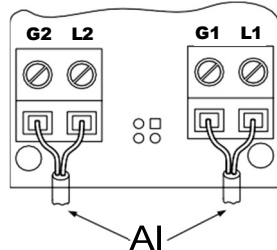

Рисунок 2 - Схема підключення зовнішніх кіл до клем модуля
4.1 Підключати AI до модуля слід згідно рис. 2.